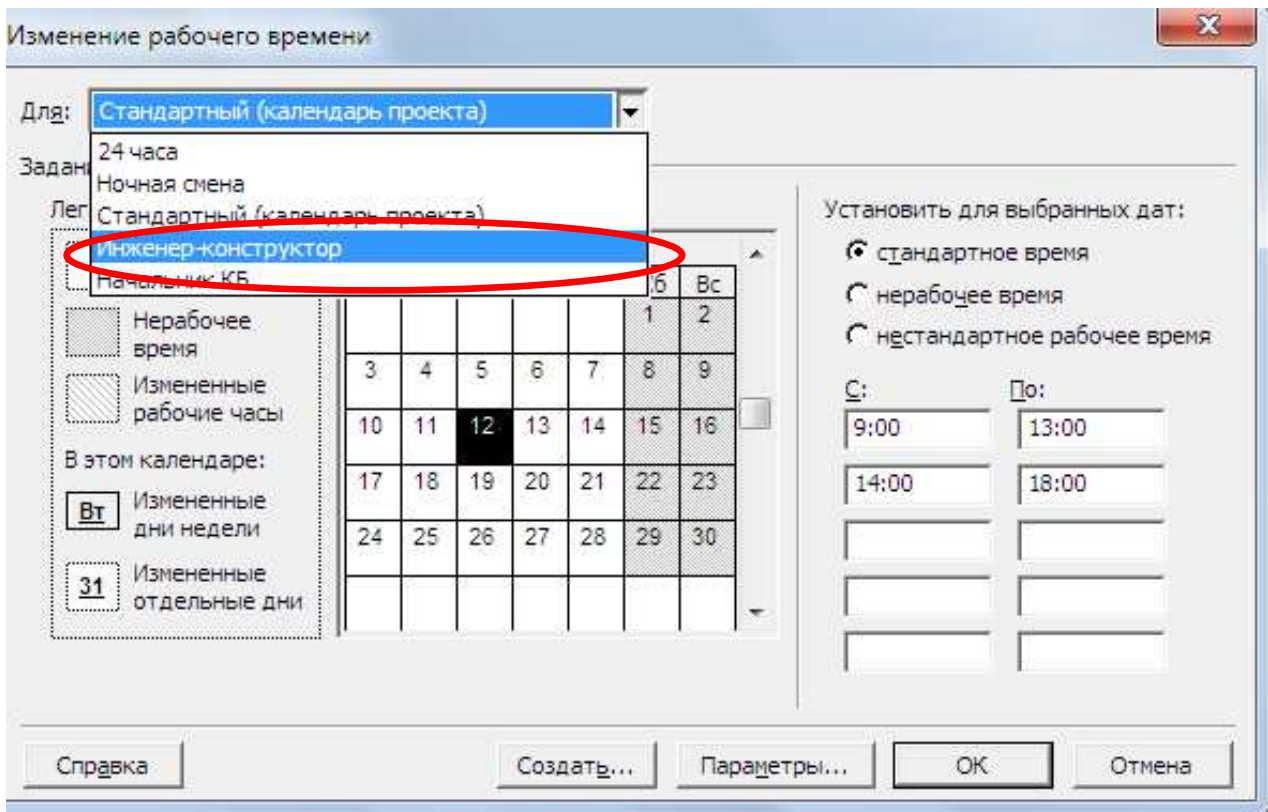

Рис. 4 – Диалоговое окно **Изменение рабочего времени**
6. Другой способ: в меню **Tools (Сервис)** выбрать команду **Change Working Time (Изменить рабочее время)**, в появившемся диалоговом окне в раскрывающемся списке **For (Для)** выбрать название нужного ресурса (рис. 4).